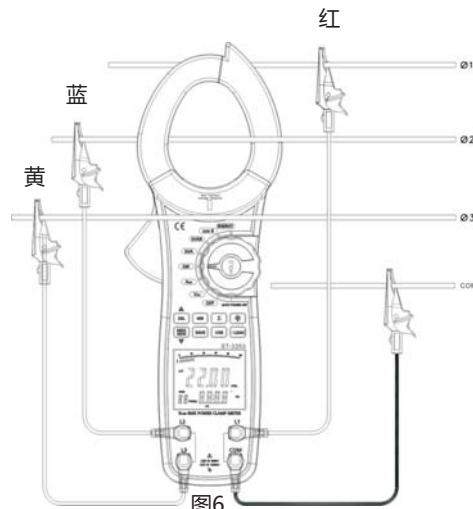

图6
- 连线方法见图 6, 7, 8。
- 三相四线的测量方法如图6。